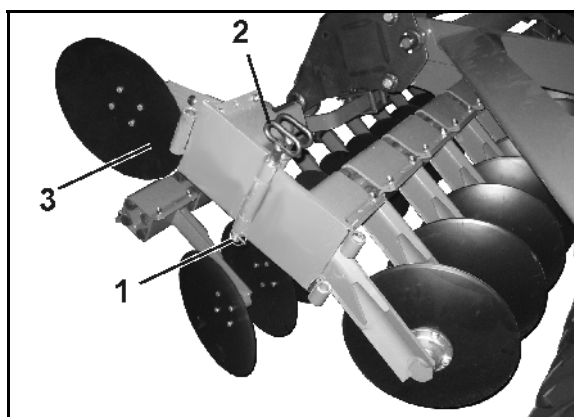

Рис. 50
- 2.1 Ослабьте пружинный фиксатор (Рис. 50/1).
- 2.2 Выньте вставной палец (Рис. 50/2).
- 2.3 Сложите крайний диск (Рис. 50/3) и закрепите его пальцем в этом положении.